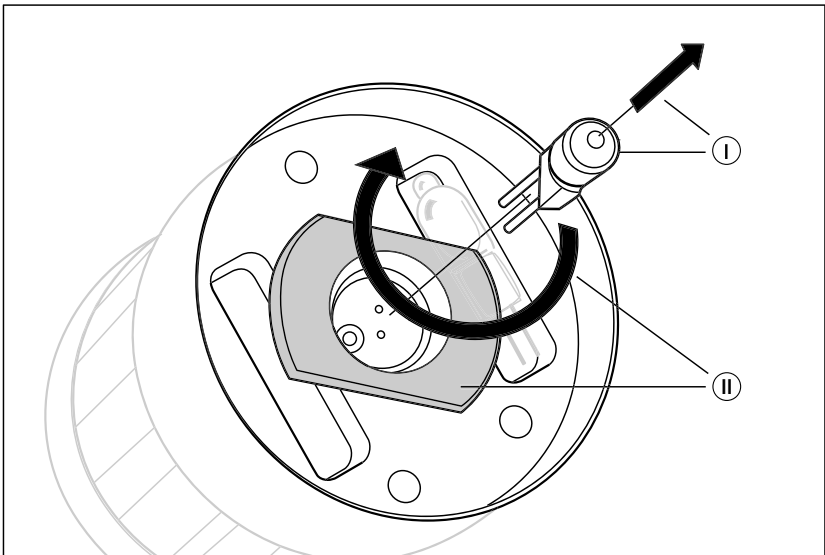

Abb. 5: Halogenbrenner ausbauen / einbauen
Unterhalb der Reflektoreinheit (rechts und links neben der Halogenbrenner-Fassung) befinden sich zwei Fächer zur Aufbewahrung von Ersatz-Halogenbrennern oder zur Aufbewahrung des Halogenbrenners beim Transport. Durch Verdrehen des Wärmeschutzeinsatzes (Abb.5 ①) sind die Fächer zugänglich.
Berühren Sie den Brenner nicht mit den bloßen Fingern! Es können Fettrückstände am Glaskörper zurückbleiben und unter Hitzeeinwirkung verkohlen. Dadurch sinkt die Lichtleistung des Halogenbrenners. Unter Verwendung eines sauberen Taschentuches o.ä. den Halogenbrenner aus seinem Stecksockel ziehen (Abb.5 ②). Den Brenner beim Einbau bis zum Anschlag in seinen Stecksockel drücken. Um einen gleichmäßigen Lichtkegel der Lampe zu erzielen, ist es wichtig, dass der Halogenbrenner gerade in